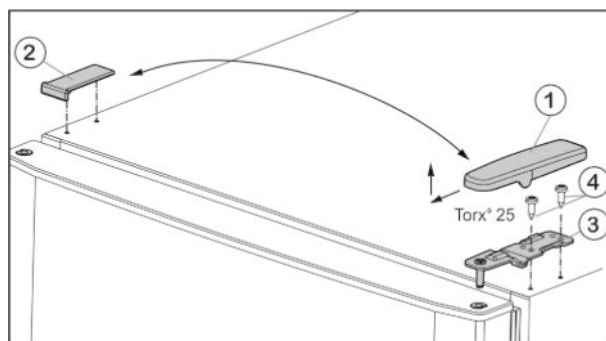
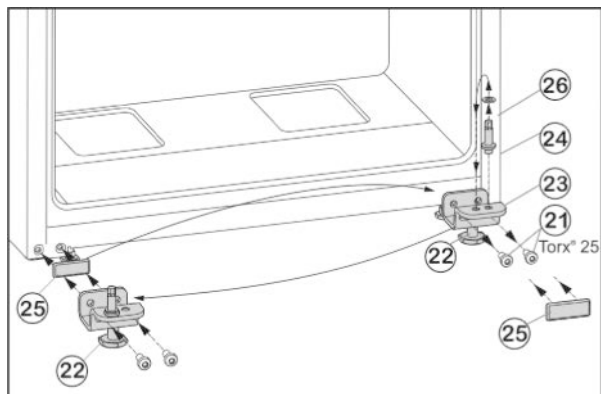

Fig. 4
Fig. 6
- ▶ Потяните крышку Fig. 4 (1) вперед и вверх.
- ▶ Снимите крышку Fig. 4 (2).
- ▶ Открутите верхний опорный кронштейн Fig. 4 (3)(2 шт. Torx® 25) Fig. 4 (4) и вытяните вверх.
- ▶ Открутите крепежные винты Fig. 6 (21).
- ▶ Снимите нижний опорный кронштейн Fig. 6 (23) вместе с опорным пальцем Fig. 6 (24), шайбой Fig. 6 (26) и регулируемой опорой Fig. 6 (22).
- ▶ Открутите опорный палец Fig. 6 (24) вместе с шайбой Fig. 6 (26) и, переставив в отверстие на противоположной стороне опорного кронштейна, снова прикрутите.
- ▶ Аккуратно снимите защитную пластину Fig. 6 (25) и переставьте ее на противоположную сторону.
- ▶ Прикрутите нижний опорный кронштейн Fig. 6 (23) вместе с опорным пальцем Fig. 6 (24), шайбой Fig. 6 (26) и регулируемой опорой Fig. 6 (22) с другой стороны шарнира (с моментом 4 Нм), при необходимости используйте аккумуляторный шурупверт.
- ▶ Установите нижнюю дверцу сверху на опорный палец Fig. 6 (24).
- ▶ Вставьте средний опорный кронштейн (13) с поворотом на 180° в нижнюю дверцу и прикрутите с помощью крепежных винтов (11) (2 шт. Torx® 25) на новую сторону шарнира (с моментом 4 Нм).
- ▶ Снова установите пластиковую шайбу (10).
- ▶ Установите верхнюю дверцу на средний опорный кронштейн (13).
- ▶ Установите верхний опорный кронштейн Fig. 4 (3) на новой стороне шарнира и защелкните в дверце.
- ▶ Привинтите верхний опорный кронштейн (с моментом 4 Нм) (2 шт. Torx® 25) Fig. 4 (4). При необходимости используйте аккумуляторный шурупверт.
- ▶ Наденьте и защелкните крышку Fig. 4 (1) на противоположной стороне снаружи.
- ▶ Также наденьте сверху и защелкните крышку Fig. 4 (2) на противоположной стороне.
- ▶ Выверните регулируемую опору Fig. 6 (22) на нижнем опорном кронштейне Fig. 6 (23) до ее соприкосновения с полом.